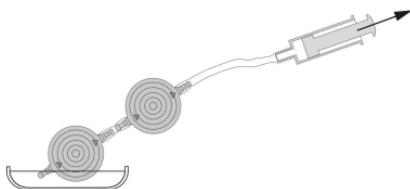

Fig. 20: Kontrol af gennemtrængelighed
M.blue plus bør udluftes inden implantationen og kontrolleres for gennemtrængelighed. En så skånsom påfyldning af ventilen kan ske ved aspiration ved hjælp af en steril engangsprøje, der er anbragt på den distale katerende. Ventilen tilsluttes distalt og holdes i en steril fysiologisk saltopløsning. Når der kan udtages saltopløsning, er ventilen permeabel (fig. 20).